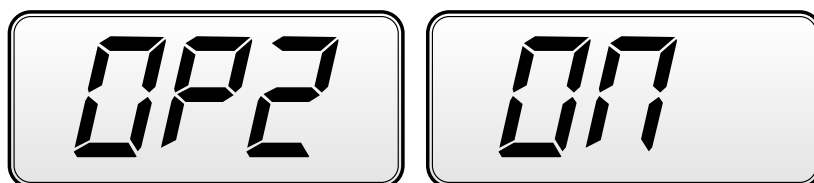

Figura 10.1 Ativação da memória do operador 2. A memória do operador 1 é armazenada.
1. Quando O equipamento estiver livre, pressione **[F+P6]** para selecionar o operador 2. O LED localizado ao lado do botão acende para indicar que o operador 2 está ativado. A mensagem mostrada na **Figura 10.1** será exibida durante um segundo.